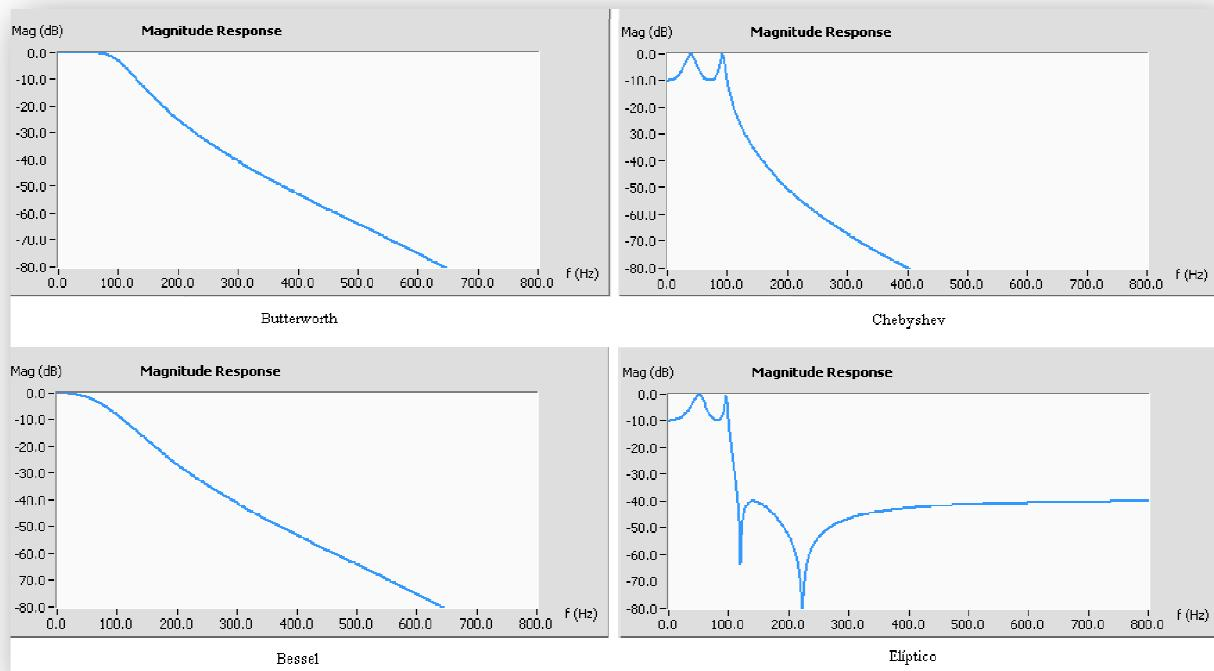

Figura 3.7-2
En función al factor de calidad se pueden implementar múltiples topologías de filtros, dentro de las cuales destacan las que se muestran en la Figura 3.7-2 como unas de las más utilizadas.
3. Corre la simulación y da doble clic al Graficador de Bode. Observa que el comportamiento es muy similar al Chebyshev mostrado en la Figura 3.7-2 de la parte introductoria. Si ajustas los rangos de los ejes y mueves el cursor a la frecuencia más cercana a 995 Hz observarás que se encuentra en el punto más alto, justamente antes de que comience a atenuarse la ganancia.